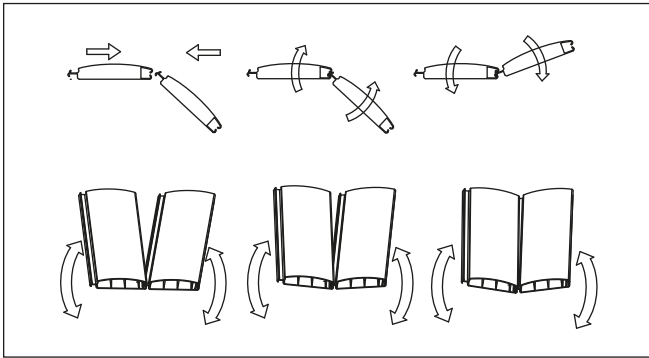

Abb. 22
5.2 Montage der Lamellen (Abb. 22)